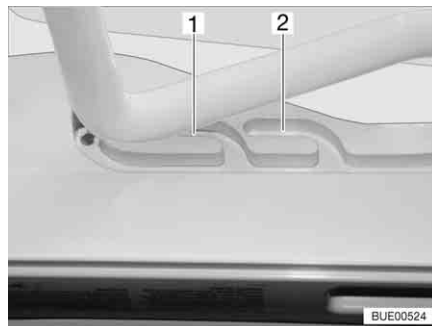
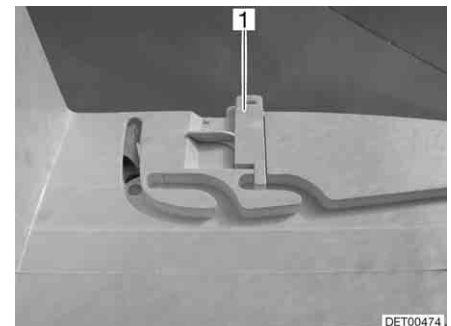

Bild 72 Heki-Dachhaube in Lüftungsstellung
Bild 73 Verriegelung Lüftungsstellung
Die Heki-Dachhaube kann in zwei Lüftungsstellungen gebracht werden: Schlechtwetterstellung (Bild 72,1) und Mittelstellung (Bild 72,2). Je nach Modell kann die Dachhaube in der Mittelstellung mit den beiden Riegeln (Bild 73,1) links und rechts am Rahmen der Dachhaube verriegelt werden.
- Den Bügel leicht nach oben drücken und in die gewählte Führung (Bild 72,1 oder 2) schieben und ggf. verriegeln.